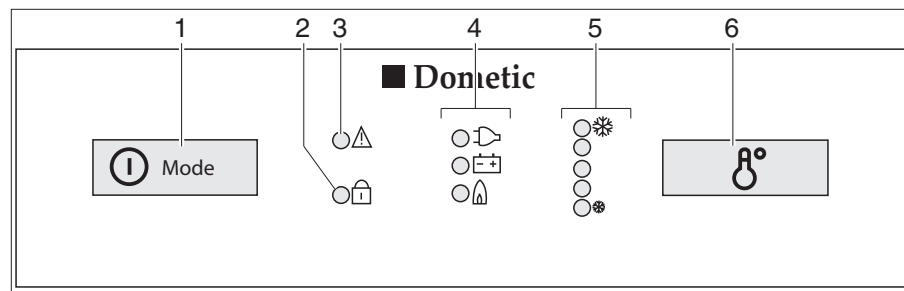

Fig. 333 Elementos de mando para el frigorífico (Dometic de la serie 8 con SMSE)
- Pulsar el conector/selector de energía (Fig. 333,1) 2 segundos para conectar el aparato. Se ilumina el LED del último modo de funcionamiento seleccionado.
- Si fuera necesario, pulsar el conector/selector de energía (Fig. 333,1) varias veces brevemente hasta que se ilumine el piloto gas "🔥". El suministro de gas está abierto. El encendido se realiza automáticamente. Se oye un sonido de tic-tac hasta que el proceso de encendido se haya llevado a cabo con éxito.
- Ajustar la temperatura de refrigeración con el conmutador para el ajuste de la temperatura (Fig. 333,6).
- Si fuera necesario, pulsar el conector/selector de energía (Fig. 333,1) varias veces brevemente hasta que se ilumine el piloto 230 V "⚡".
- Si fuera necesario, pulsar el conector/selector de energía (Fig. 333,1) varias veces brevemente hasta que se ilumine el piloto 12 V "⊕".